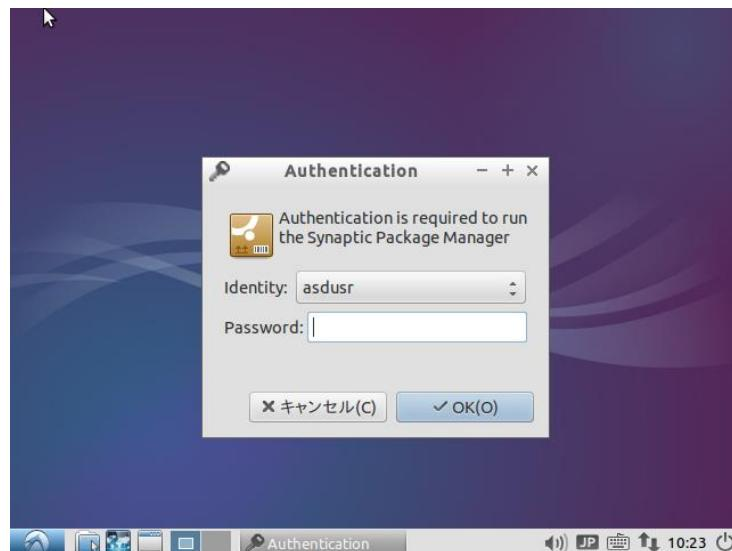

図 3-5-2-2. 管理者権限パスワード入力画面
- ③ 正常に起動されると図 3-5-2-3 のような画面が起動されます。